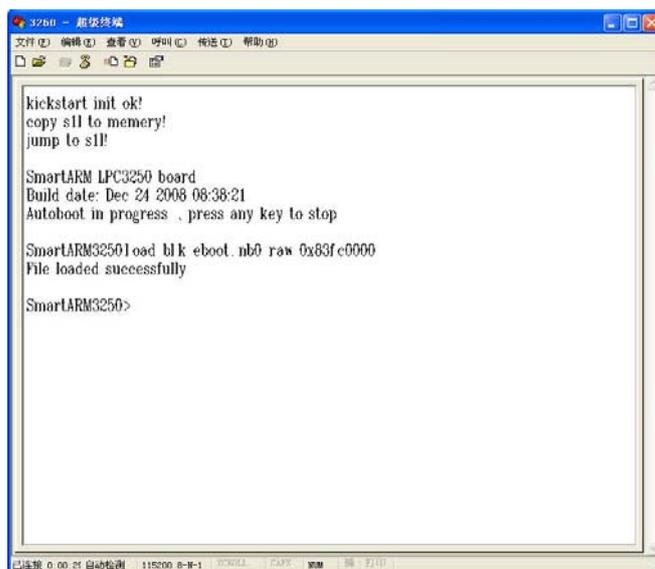

图 3.2 加载 eboot.nb0 到 SDRAM
2. 将光盘中的 eboot.nb0 拷贝到 SD 卡中, 将 SD 卡插入 SmartARM3250 的 SD 卡卡座。然后在超级终端中输入命令: load blk eboot.nb0 raw 0x83fc0000, 回车。将 eboot.nb0 加载到 SDRAM 中, 如图 3.2 所示。